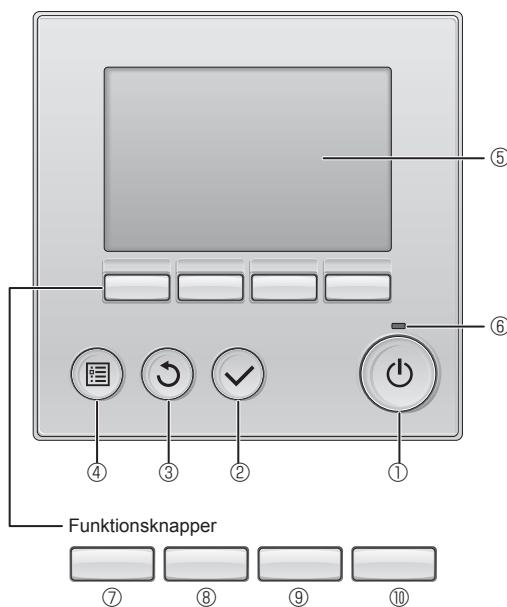

Fig. 6-1
6.2.1. Brug af den ledningsforbundne fjernbetjening (Fig. 6-1)
① [TÆNDE/SLUKKE]-knap